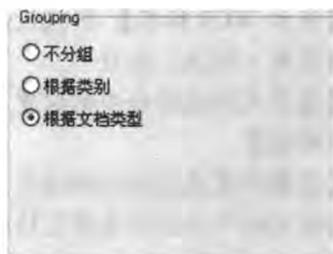

图 2-16 **【Grouping】** 选项组
5) **【Grouping】** 选项组 该选项组用于对项目的管理设置, 有 3 个单选框, 如图 2-16 所示。